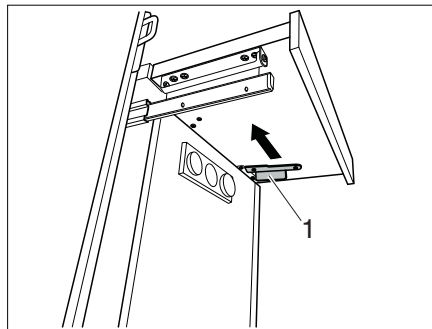

Fig. 130 Asegurar el ensanchamiento
- Empujar el bloqueo (Fig. 130,1) hacia delante. El ensanchamiento está asegurado.
- Soltar el bloqueo (Fig. 130,1).